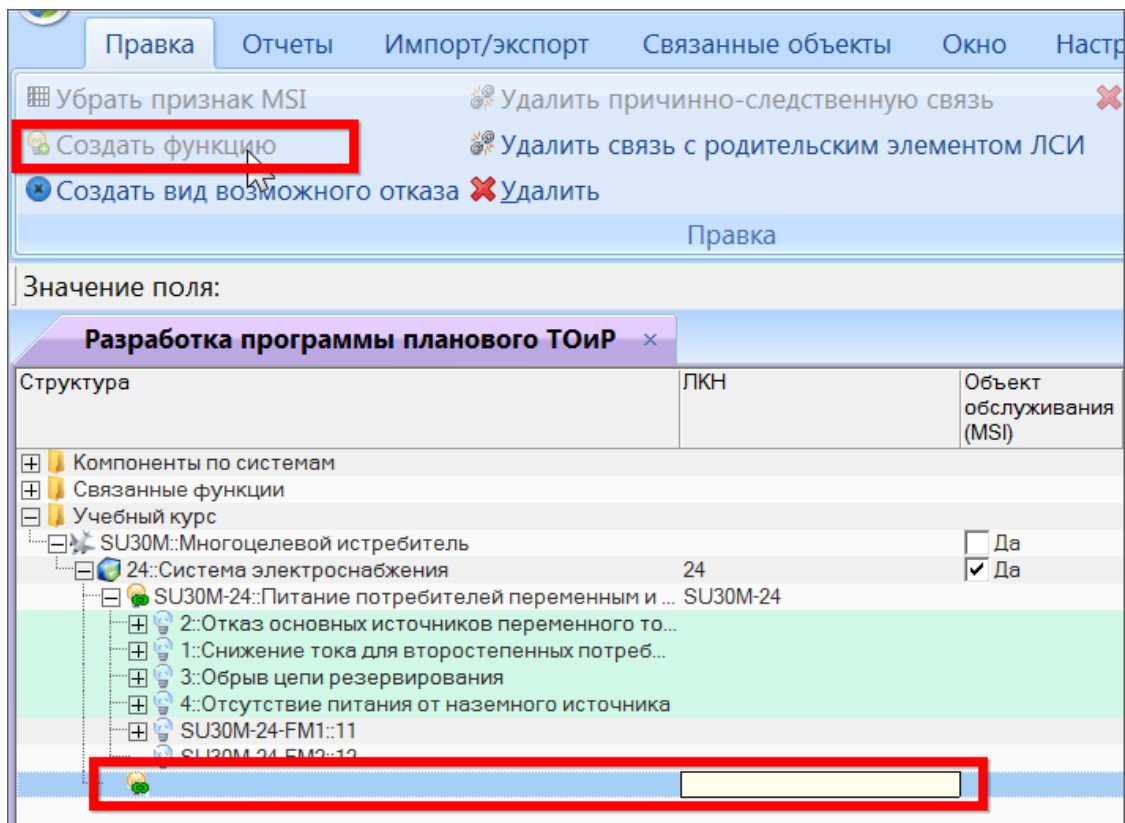

Рис. 11-7 – Создание функции, выполняемой объектом обслуживания (MSI)
- 3) Нажать кнопку «Создать функцию» панели «Правка». Ввести ЛКН и «Наименование» для созданной функции (рис. 11-7).